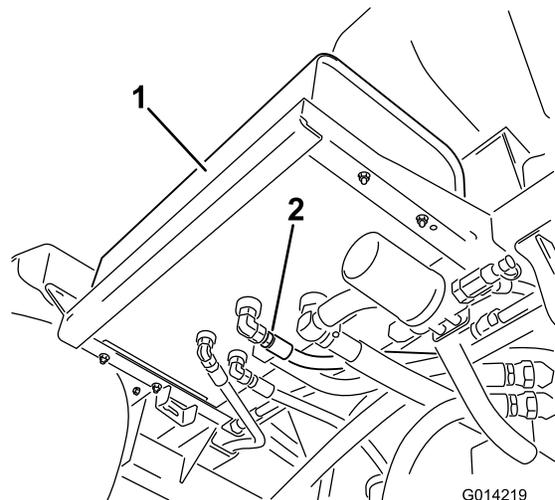

Figura 63
- Limpie la zona alrededor del acoplamiento de uno de los manguitos hidráulicos, en la parte inferior del depósito de aceite hidráulico (Figura 63).
4. Retire el acoplamiento de la manguera del depósito y deje fluir el aceite al recipiente (Figura 63).